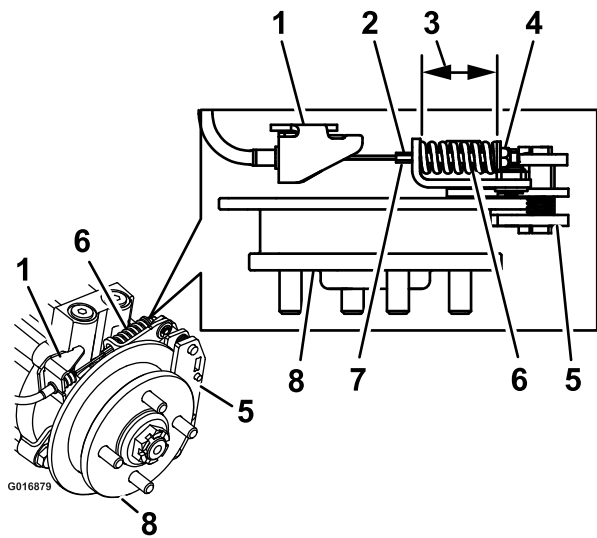

Figura 79
9. Sujete el extremo de la varilla roscada con una herramienta y ajuste la contratuerca hasta que el muelle mida de 3.8 a 4.0 cm (1-1/2 a 1-9/16 pulgada); consulte Figura 79.